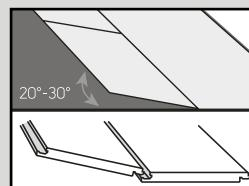
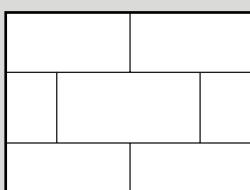
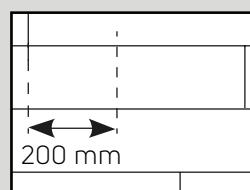

Abb. 3
Abb. 3a
Abb. 3b
4. Beginnen Sie die zweite Reihe, indem Sie Feder und Nut ineinander klicken lassen – halten Sie hierzu die Fliese oder Dièle in einem Winkel von etwa 30° und drücken Sie die Fliese oder Dièle fest in die Nut der ersten Reihe. Verlegen Sie jetzt die nächste Dièle/Fliese, indem Sie Feder und Nut der kurzen Seite zusammenfügen. Fügen Sie nun Feder und Nut der langen Seite zusammen, indem Sie die Dielen/Fiesen zusammen anwinkeln (Abb. 3). Fliesen und Dielen sollten „versetzt“ verlegt werden, sodass niemals vier Ecken aufeinandertreffen (Abb. 3a und Abb. 3b).